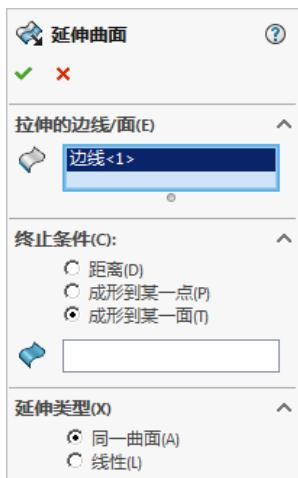

图 6.8.2 “延伸曲面”对话框
Step4. 定义终止条件类型。在图 6.8.2 所示的“延伸曲面”对话框的 **终止条件(O):** 区域中选中 成形到某一平面(I) 单选项。